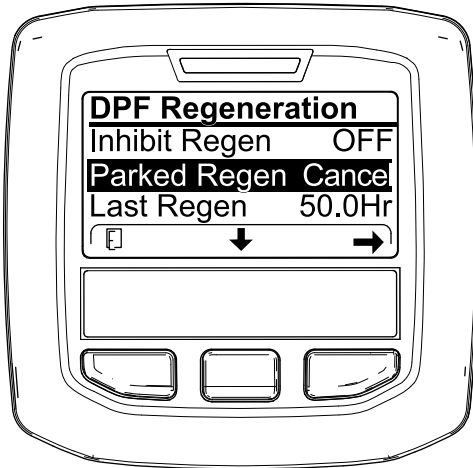
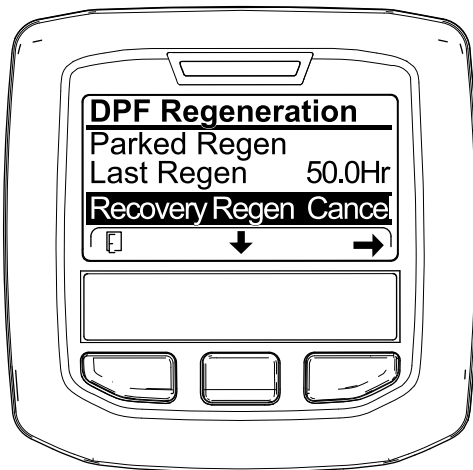

Bild 62
Bild 63
1. Zugreifen auf das Menü für die Regenerierung des Dieselpartikelfilters (**Bild 62**)
2. Drücken Sie die mittlere Taste, um auf die Option PARKED REGEN. CANCEL (**Bild 62**) oder RECOVERY REGEN. CANCEL zu navigieren (**Bild 63**).
3. Drücken Sie die rechte Taste, um den Eintrag „Regen Cancel“ auszuwählen (**Bild 62** oder **Bild 63**).